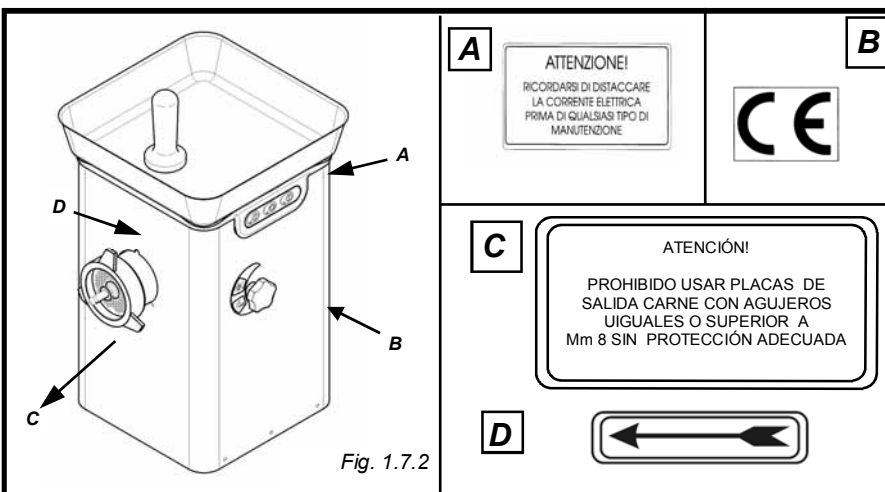

Fig. 1.7.2
1.7.1 - Placas de advertencias y de peligro(fig.1.7.2)